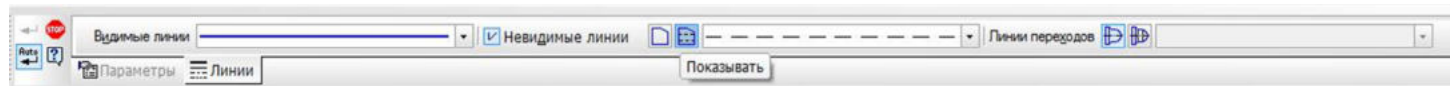

Рис. 20
- ☐ на панели **Свойств**, на вкладке **Линии** укажите **Невидимые линии** – **Показывать** (рис. 20). На чертеже невидимый контур детали будет изображен штриховыми линиями;